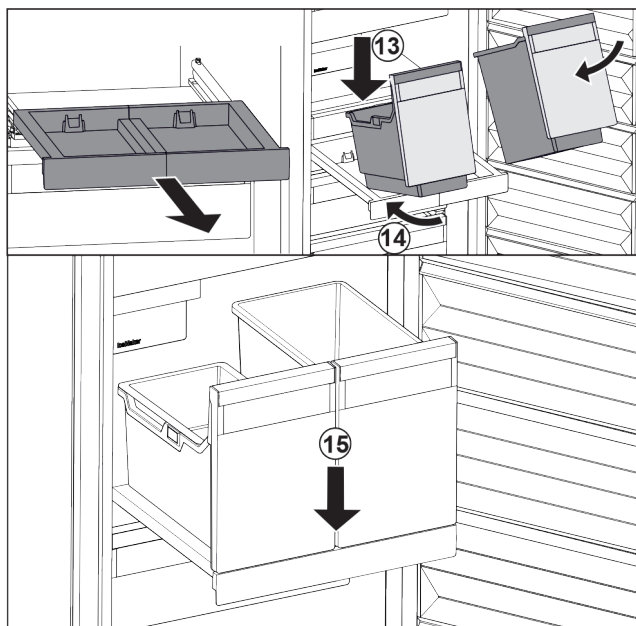

Fig. 29
- ▶ Bak schuin op het uitschuifplateau plaatsen. Fig. 29 (13)
- ▶ Bak er schuin naar achteren inschuiven. Fig. 29 (14)
- ▶ Bak aan voorzijde neerzetten. Fig. 29 (15)